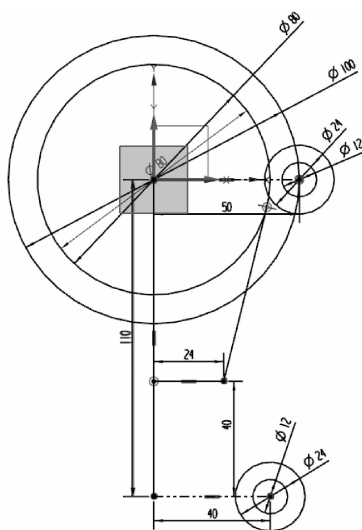

图 2-44 绘制切线
(6) 绘制切线。在“草图”工具条中单击  图标, 单击长 24 直线的端点和  $\phi 80$  圆上一点绘制直线, 使之与  $\phi 80$  圆相切, 如图 2-44 所示。